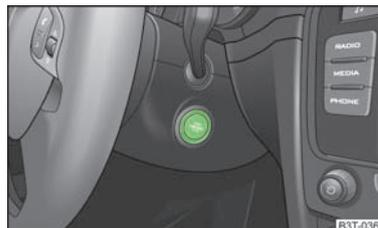

Fig. 114
- Desligue o motor ou desligue a ignição carregando no botão de arranque » Fig. 114.
➤ Prima brevemente o botão de arranque » Fig. 114 e a ignição é ligada.
➤ Prima brevemente o botão de arranque » Fig. 114 e a ignição é desligada.
➤ Prima o botão de arranque » Fig. 114 durante mais de 1 segundo ou prima-o duas vezes no espaço de 1 segundo.
➤ Mantenha o botão de arranque » Fig. 114 premido, até o motor pegar.
- > Prima o botão de arranque » Fig. 114, para desligar o motor. Simultaneamente, desliga-se também a ignição.